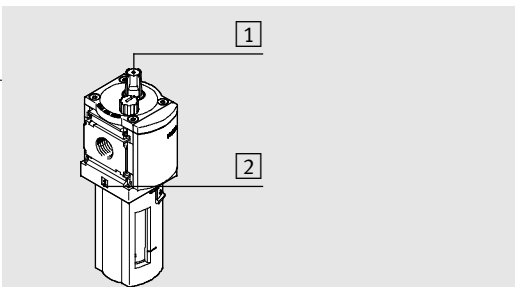

Рис. 1
- Цифры [2] на корпусе устройства служат для ориентации (→ рис. 1).